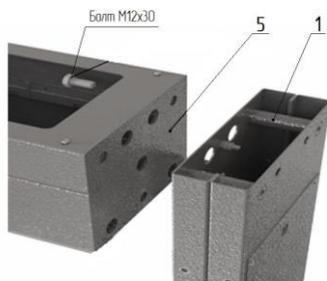
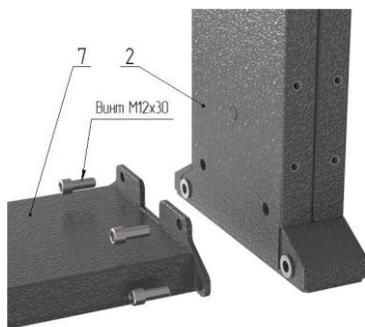

Рис. 1
Рис. 2
1. Сборка турникета. Рис. 1, 2
– положите на пол на боковую плоскость раму привода **5** (рис. 1), (предварительно постелив лист картона), рядом аналогично положите две стойки крыла прохода **1** и **2** ; состыкуйте указанные элементы друг с другом присоединительными элементами и закрутите по три болта М12 с каждой стороны; поставьте собранный портал вертикально на месте установки турникета; закрепите к стойке **2** напольную плиту **7** (рис.2) четырьмя винтами М12.